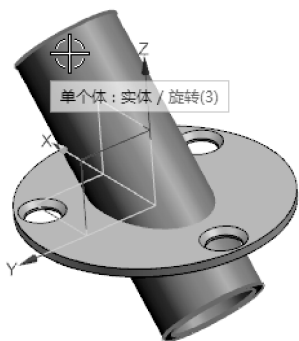

图 3-76 选择修剪目标体
- 07 按信息提示选择管身作为修剪目标体，如图 3-76 所示。